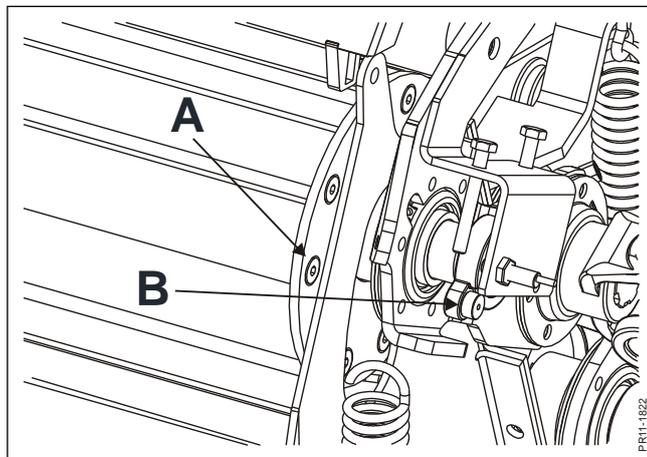

Abb. 5-4
**Abb. 5-4** Um eine fehlerhafte Funktion nach einer Metallerkennung zu vermeiden und sicherzustellen, dass mögliches Metall vor einem Neustart entfernt wurde, erlaubt die Elektronik eine normale Funktion des Einzugs erst nach einer Umkehrung des Einzugs.